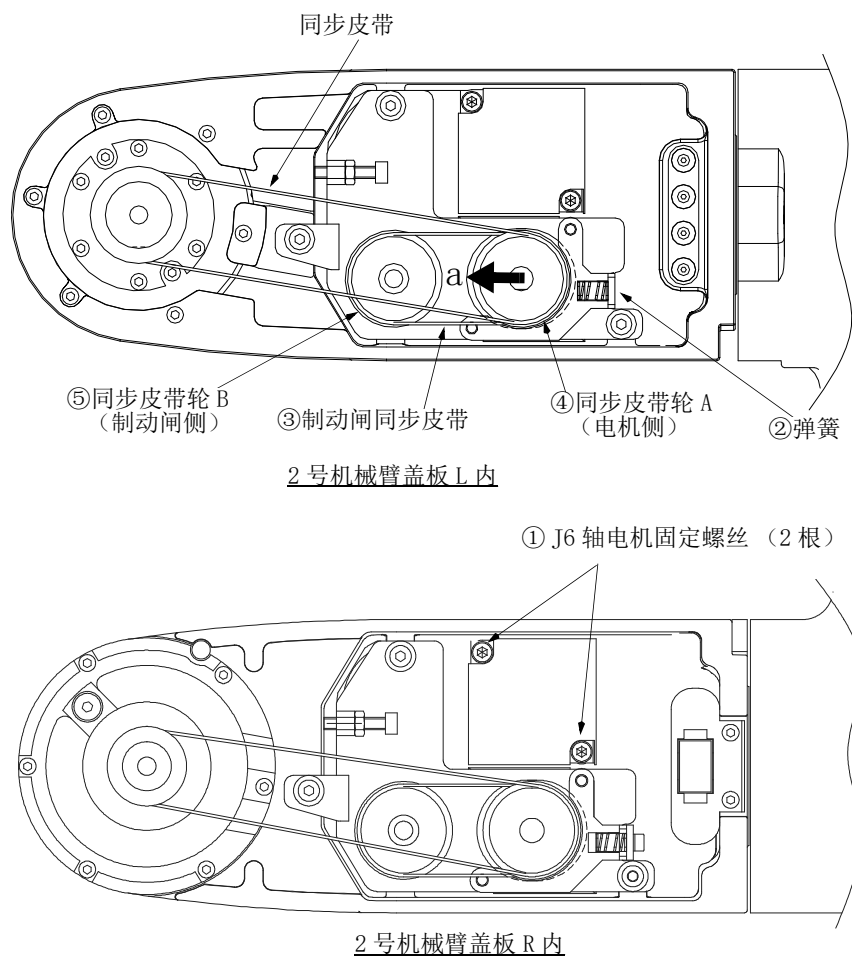

图 5-17: J6 轴同步皮带的点检、更换 (RV-2FRB/2FRLB)
制动闸同步皮带点检 · 更换时的参考图如图 5-17 所示。
- 3) 稍微拧松电机固定螺丝①（2 根）。（请勿过度拧松。）
- 4) 使电机侧同步皮带轮④向图 5-17 的箭头 a 方向运动，卸下制动闸同步皮带。
- 6) 更换后，切实紧固电机固定螺丝①（2根）（M4 螺丝紧固力矩： $4.51\text{N}\cdot\text{m}$ ）。（张力调整由弹簧作用自动完成）如果固定不切实，可能由于振动而导致松动。
(9) RV-4FR/7FR 系列：J1 同步皮带的点检 · 更换